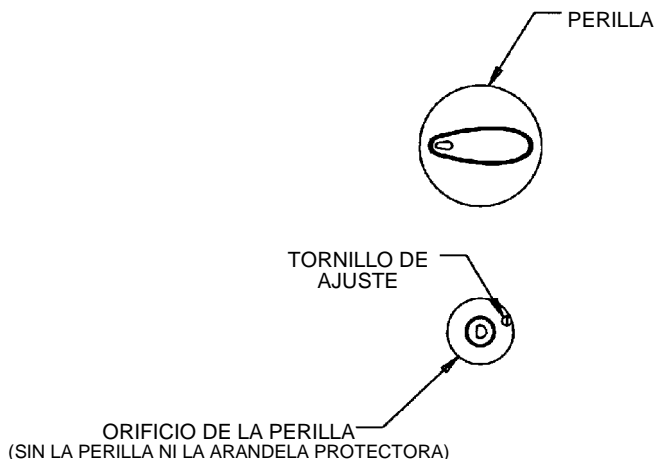

FIGURA 12
## C. AJUSTE DE LA LLAMA BAJA (Vea la figura 12)
3. Encuentre el tornillo de ajuste de la válvula. En caso de necesidad alinee con cuidado el agujero en la cubierta del interruptor con el tornillo de ajuste. Vea la figura 12.
4. Encuentre el tornillo de ajuste de la válvula. En caso de necesidad alinee con cuidado el agujero en la cubierta del interruptor con el tornillo de ajuste. Vea la figura 12.